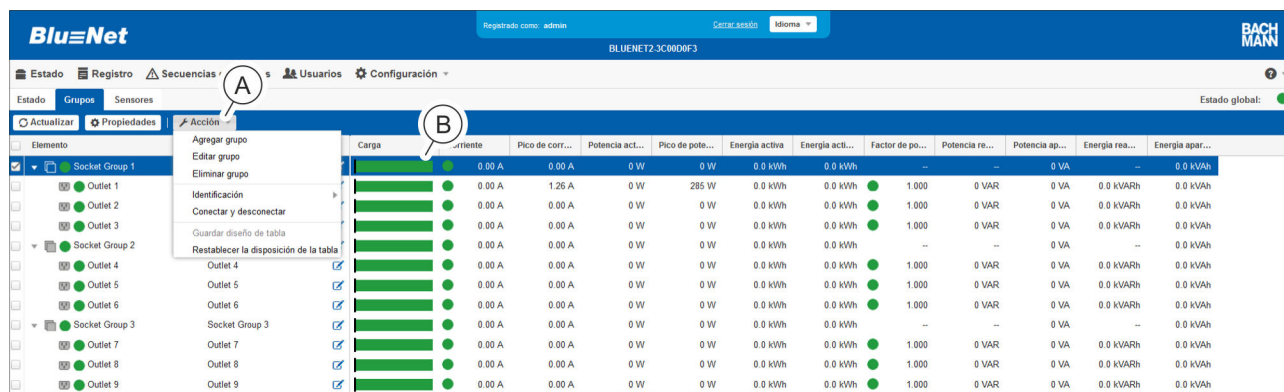

Fig. 112: Menú “Estado” – pestaña “Grupos”
3. ➤ A través de “Acción ➔ Agregar grupo” cree un nuevo grupo de enchufes hembra (Fig. 112/Ⓐ).
Para modificar un grupo existente, seleccione el grupo deseado (Fig. 112/Ⓑ) y, a continuación, seleccione el menú “Acción ➔ Editar grupo” (Fig. 112/Ⓐ).
Para eliminar un grupo de enchufes hembra, seleccione el grupo de enchufes hembra que desee (Fig. 112/Ⓜ) y, a continuación, seleccione el menú "Acción → Eliminar grupo" (Fig. 112/ⓐ). A continuación, aparece un cuadro de diálogo con una pregunta que debe confirmarse.